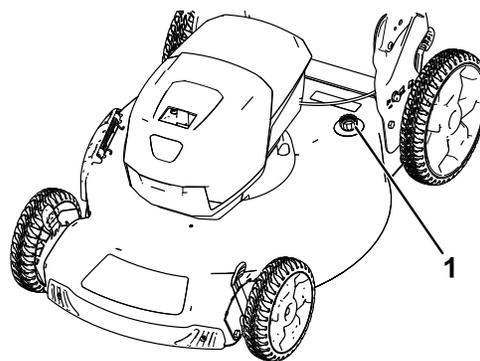

Figura 18
- Collegate una canna da giardino al rubinetto dell'acqua e al foro di lavaggio (Figura 18).